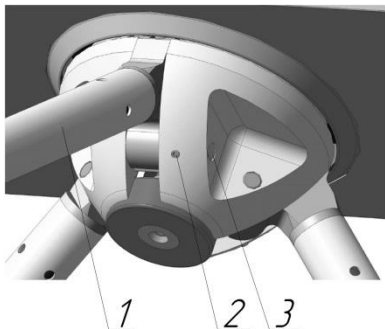

Рис.2 Снятие штанги механизма антипаники
- 1) Снять (см. рис.2) штангу 1, вывинтив два винта 2 (установлены друг за другом) и выбив ось 3.